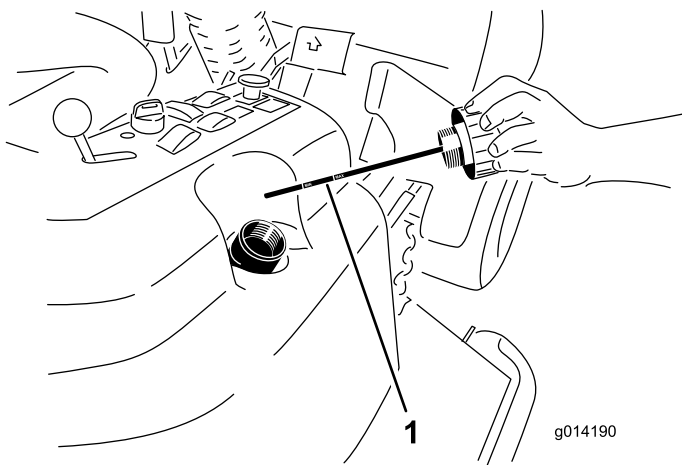

図 48
- 油圧オイル補給口のキャップ 図 48 を取る。
- ディップスティックを抜きウェスで一度きれいに拭く (図 48)。
- もう一度首まで完全にねじ込んでから抜き、オイルの量を点検する 図 48。